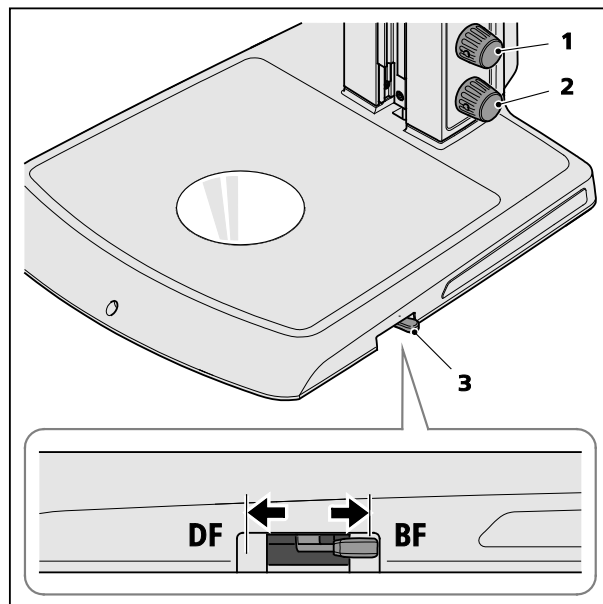

Bild 4 Durchlichtmodul bedienen
- Durch Drücken des unteren Drehknopfes (Bild 4/2) die Durchlichtbeleuchtung einschalten und durch Drehen die Beleuchtungsintensität einstellen.
- Durch Verstellen des Hebels (Bild 4/3) zwischen Hellfeld- (BF) und allseitiger Dunkelfeldbeleuchtung (DF) umschalten.
Durch Drücken/Drehen des oberen Beleuchtungsknopfes (Bild 4/1) kann dem eingestellten Durchlicht variabel Auflicht hinzugemischt werden.